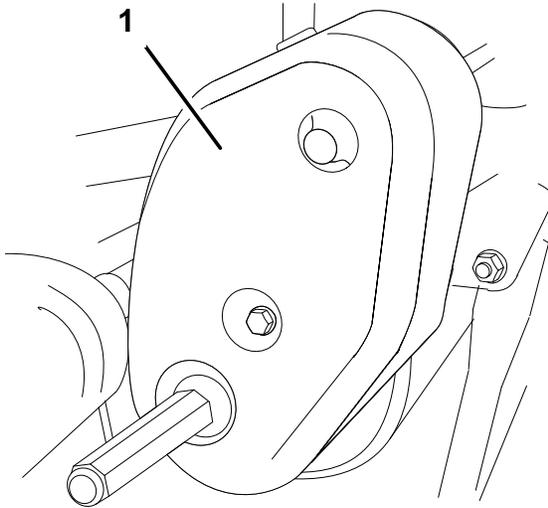

図 44
1. ベルト・カバー取り付けネジ（図 44）を外してベルトを露出させる。